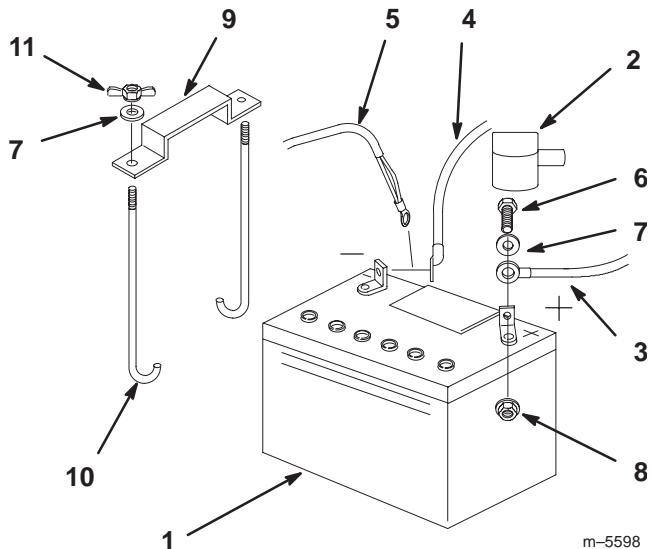

Figure 65
1. Placez la batterie dans son support en tournant les bornes vers le moteur (Fig. 65).
4. Fixez les câbles à l'aide de 2 boulons (1/4 x 3/4 pouce), 2 rondelles (1/4 pouce) et 2 contre-écrous (1/4 pouce) (Fig. 65).
6. Fixez la batterie en position avec des boulons en J, une barrette de maintien et 2 rondelles (1/4 pouce), ainsi que 2 écrous papillons (1/4 pouce) (Fig. 65).
3. Débranchez d'abord le câble négatif et le câble de masse de la borne négative (-) de la batterie (Fig. 65).
4. Ôtez le capuchon rouge de la borne positive (rouge) de la batterie. Retirez ensuite le câble positif (rouge) de la batterie (Fig. 65).
5. Retirez les deux écrous papillons (1/4 pouce) qui fixent la barrette de maintien de la batterie (Fig. 65).